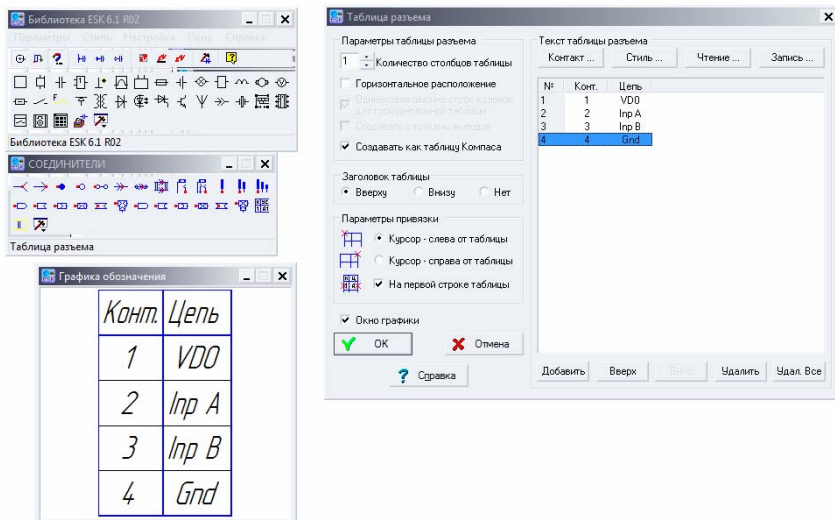

Рис. 7.5. Панель отрисовки таблицы разъема
3. Для получения УГО соединителей используется панель отрисовки таблицы разъема (рис. 7.5).